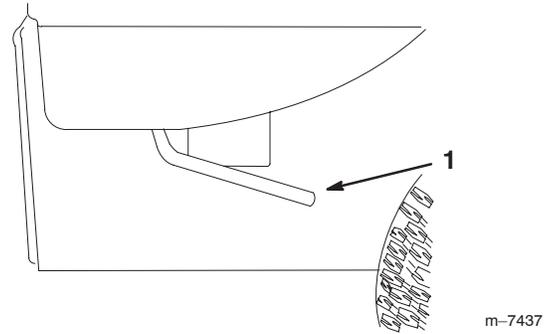

Bild 22
1. Heben Sie den Hebel an beiden Seiten der Ladepritsche an und heben Sie die Ladepritsche an (Bild 22).